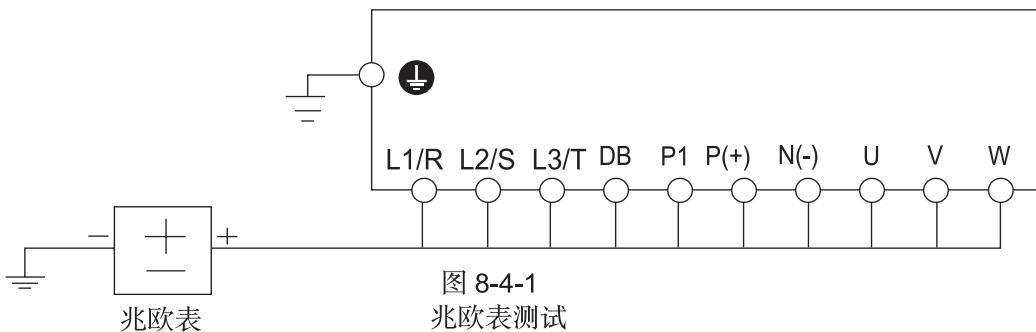

图 8-4-1
- ①用 DC500V 兆欧表。要在断开主电源条件下测试。
- ②断开所有控制电路的连接，以防止试验电压窜入控制电路。
- ③主电路端子按图 8-4-1 所示方式用公共线连接。
- ④兆欧表电压只施加于主电路公共连接线和大地（端子  G）之间。
- ⑤兆欧表指示值  $\geq 5M\Omega$  为正常合格。（变频器单元测定值）